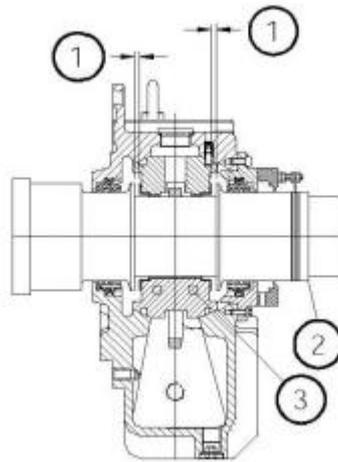

Рис. 4.20. Подшипник скольжения
**Условные обозначения к Рис. 4.20:**